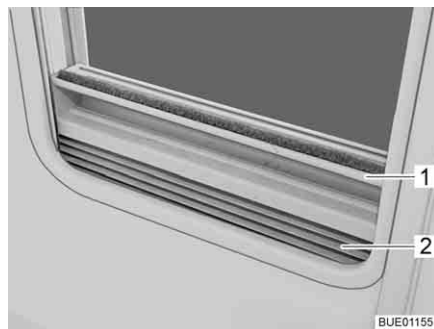

Fig. 45 Estor plegable
- Sujetar el estor plegable (Fig. 45,2) por el centro del agarradero (Fig. 45,1), tirar de abajo a arriba y soltarla a la altura deseada. El estor plegable se queda fijo a esta altura.